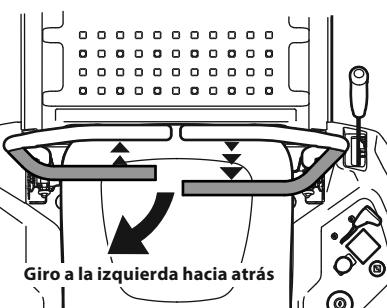

Figura 25
- Para girar a la izquierda mientras se desplaza marcha atrás, mueva la palanca de control del lado izquierdo hacia adelante respecto de la palanca derecha. Consulte la Figura 25.